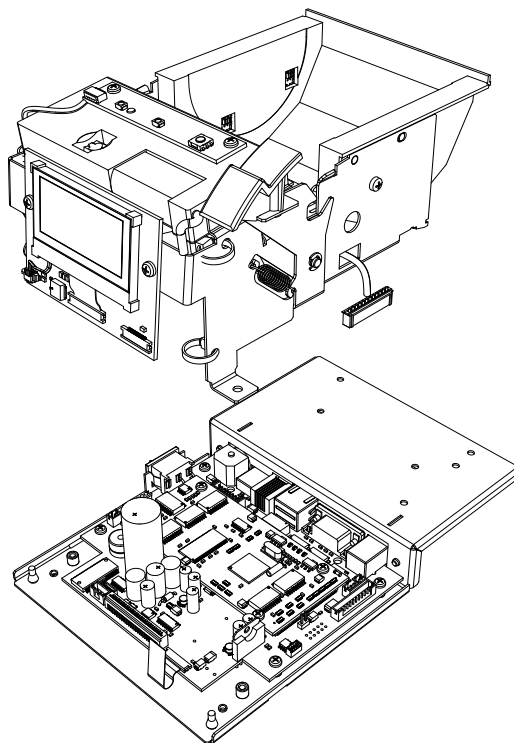

Рисунок 9. – Печатающий механизм снят.
3. Снимите печатающий механизм (см. рисунок 9).